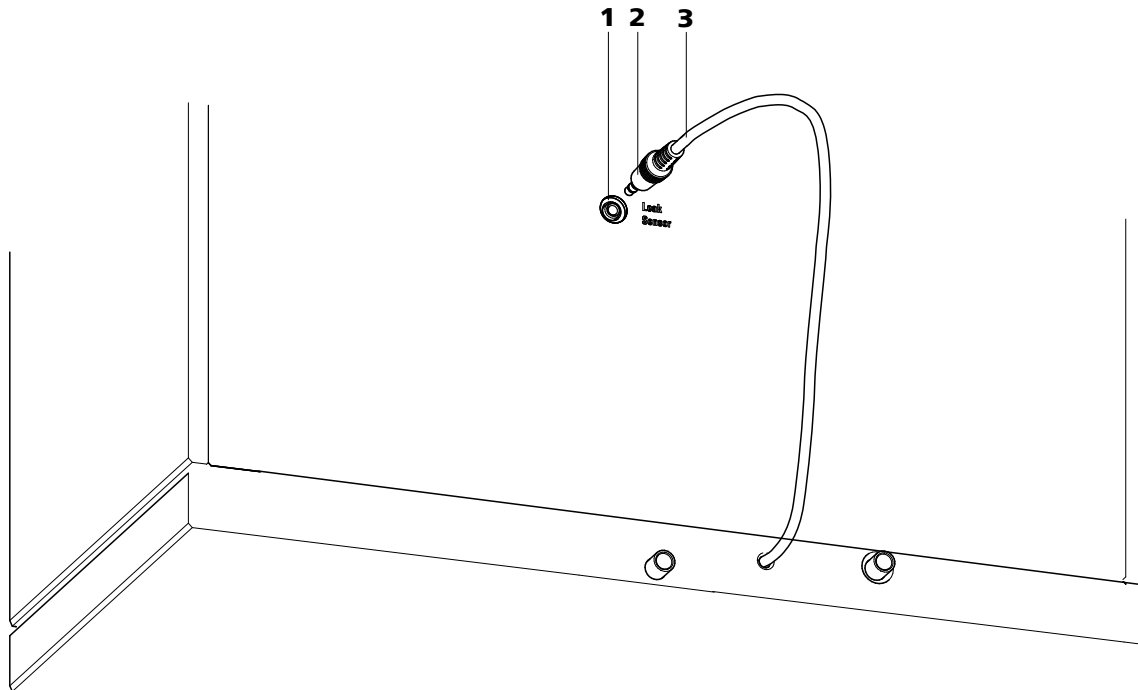

Abbildung 6 Anschluss des Lecksensors an der Geräterückseite
- 1 Lecksensor-Anschlussstecker (6-2) in die Lecksensor-Anschlussbuchse (6-1) auf der Geräterückseite (*siehe Abbildung 6, Seite 20*) einstecken.